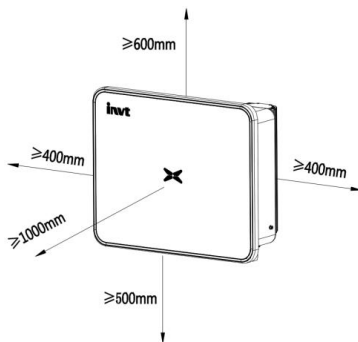

图 4.4 逆变器安装间距
(2) 安装地点周围有足够的预留空间, 便于逆变器拆装与空气对流。如图 4.4 所示: